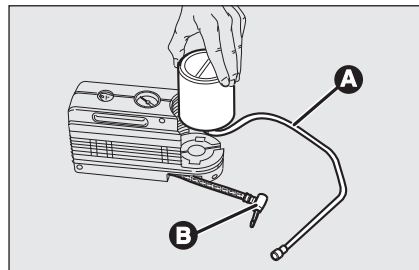

fig. 17
- ☐ déclencher la jonction **B-fig. 17**;